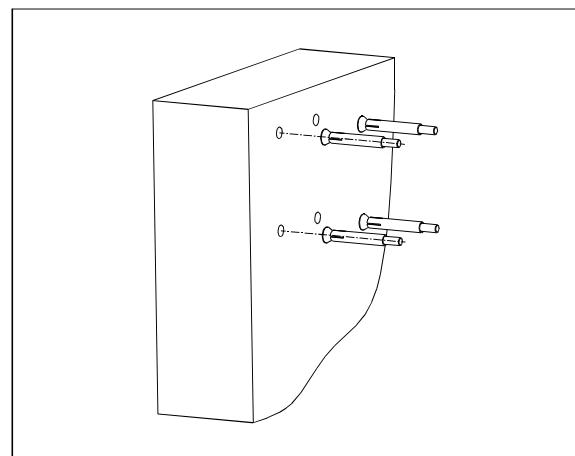

图2.2-2
2. 用冲击电钻在安装表面上钻4个M8金属膨胀螺栓的安装孔，安装孔的深度约为75mm，装上M8膨胀螺栓。（如图2.2-2 所示）